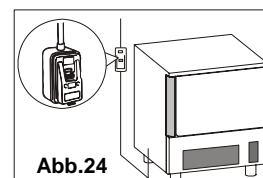

Abb.24
- Im oberen Bereich des Geräts muß obligatorisch ein universeller Unterbrechungsschalter nach den gültigen Normen des Landes angebracht werden, in dem das Gerät in Betrieb genommen wird. (**Abb.24**)